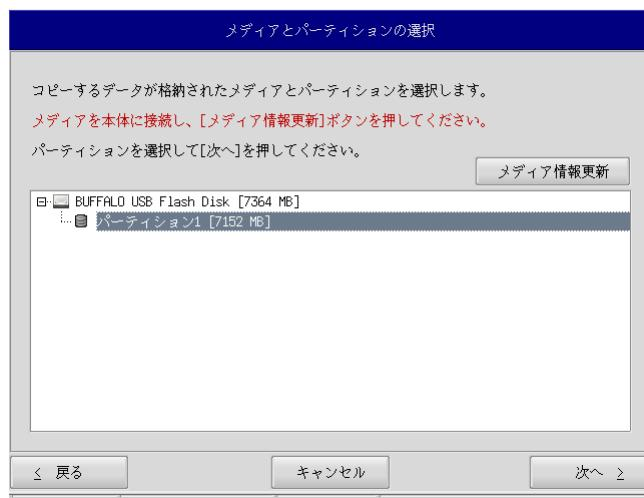

図5-2-3. メディアとパーティション選択画面
- ⑦ メディアとパーティション選択画面(図5-2-3)が表示されます。あらかじめ用意しておいたストレージメディアを本体に接続し、[メディア情報更新]ボタンを押してください。ストレージメディアのパーティションを選択し、[次へ]ボタンを押します。